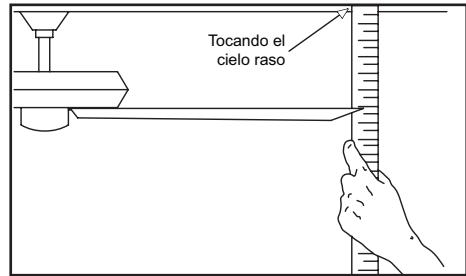

Figura 16
2. La mayoría de los problemas de oscilación del ventilador se deben a que las aspas no están al mismo nivel. Verifica este nivel seleccionando un punto en el techo sobre la punta de una de las aspas. Mide desde un punto en el centro de cada aspa al punto en techo. Mide esta distancia como se muestra en la Figura 16. Gira el ventilador hasta que la siguiente aspa quede en posición para medir. Repite el procedimiento para cada aspa. Las desviaciones de la medición no deben pasar de $1/8"$ (3.2 mm). Enciende el ventilador por 10 minutos.